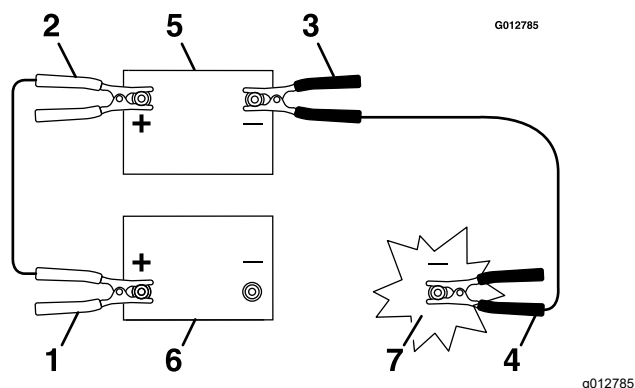

Figure 47
3. Connectez le câble positif (+) à la borne positive (+) de la batterie à plat qui est reliée au démarreur ou au solénoïde (Figure 47).